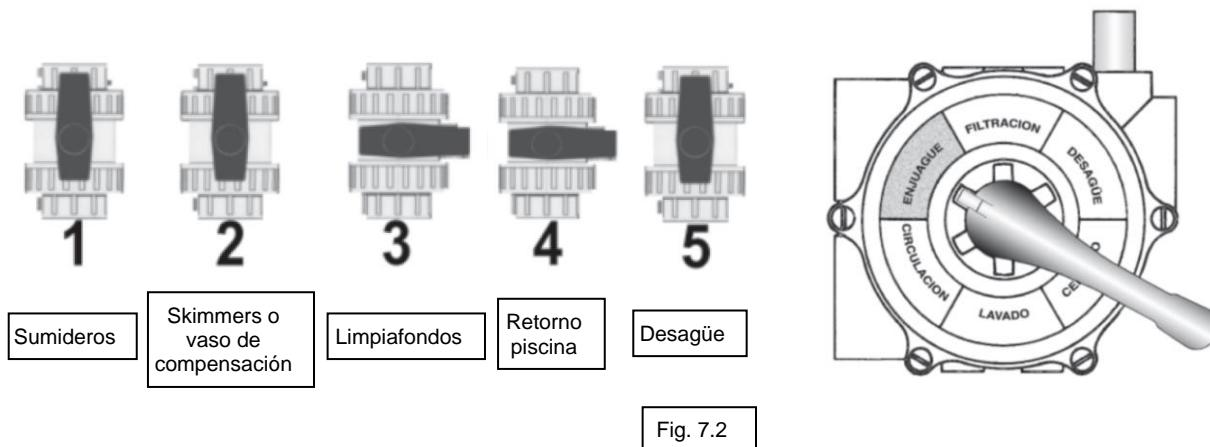

Fig. 7.2
- Parar la bomba y colocar las válvulas en la posición indicada en la *Fig. 7.2*.